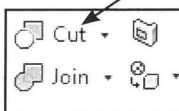

Fig. 04.127. Cut.
- Vælg *Modify - Cut* (Fig. 04.127).